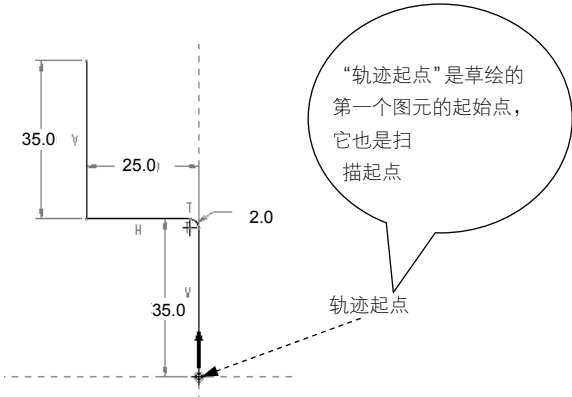
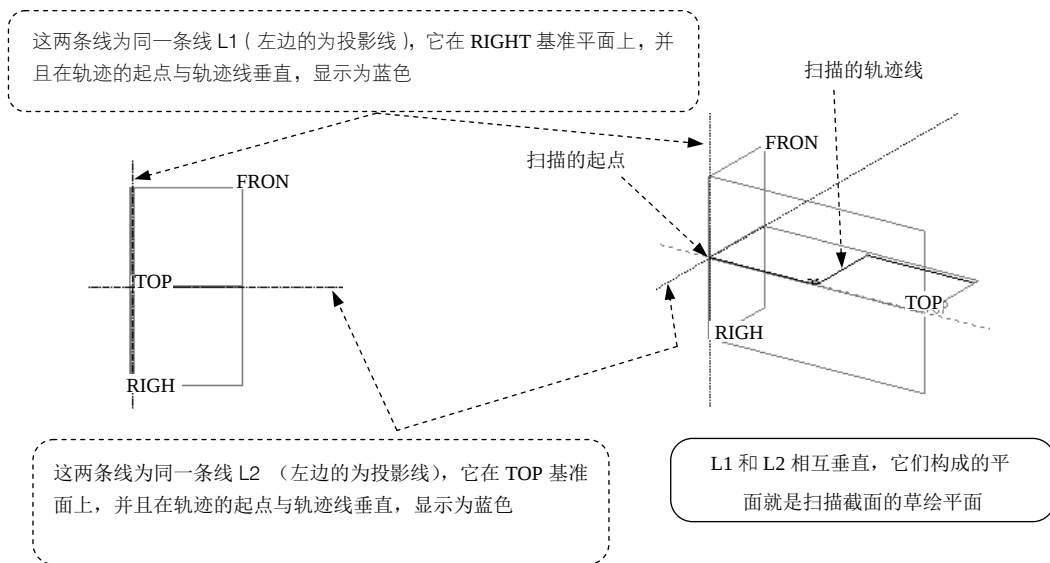

图 3.23.2 扫描轨迹
图 3.23.5 查看不同的方位
- (1) 单击 **模型** 功能选项卡 **基准** 区域中的“草绘”按钮.
- (2) 选取 TOP 基准平面作为草绘面，选取 RIGHT 基准平面作为参考面，方向为 **右**，单击 **草绘** 按钮，系统进入草绘环境。
- (3) 定义扫描轨迹的参考：接受系统给出的默认参考 FRONT 和 RIGHT。
- (4) 绘制并标注扫描轨迹，如图 3.23.2 所示。
- 相对于扫描截面的大小，扫描轨迹中的弧或样条半径不能太小，否则扫描特征在经过该弧时会由于自身相交而出现特征生成失败。例如，图 3.23.2 中的圆角半径 R2.0，相对于后面将要创建的扫描截面不能太小。
(1) 在操控板中确认“实体”按钮和“恒定轨迹”按钮被按下。
(2) 在图形区中选取图 3.23.2 所示的扫描轨迹曲线，扫描的起始点如图 3.23.5 所示。
现在系统已经进入扫描截面的草绘环境。一般情况下，草绘区显示的情况如图 3.23.5 左边的部分所示。此时草绘平面与屏幕平行。前面在讲述拉伸（Extrude）特征和旋转（Revolve）特征时，都是建议在进入截面的草绘环境之前要定义截面的草绘平面，因此有的读者可能要问：“现在创建扫描特征怎么没有定义截面的草绘平面呢？”。其实，系统已自动为我们生成了一个草绘平面。现在请读者按住鼠标中键移动鼠标，把图形调整到如图 3.23.5 右边部分所示的方位，此时草绘平面与屏幕不平行。请仔细阅读图 3.23.5 中的注释，便可明白系统是如何生成草绘平面的。如果想返回到草绘平面与屏幕平行的状态，请单击工具栏中按钮.
(1) 查找轨迹方面的原因:检查是不是图 3.23.2 中的尺寸 R2 太小,将它改成 R5 试试看。操作步骤如下:
① 在模型树中右击草绘 1,在弹出的快捷菜单中选择编辑定义命令,系统进入草绘环境。
② 在草绘环境中,将图 3.23.2 中的圆角半径尺寸 R2 改成 R5,然后单击“确定”按钮.
③ 仍然出现错误信息,说明不是轨迹中的圆角半径太小的原因。
(2) 查找特征截面方面的原因:检查是不是截面距轨迹起点太远,或截面尺寸太大(相对于轨迹尺寸)。操作步骤如下:
① 在模型树中右击出错的特征扫描 1,在弹出的快捷菜单中选择编辑定义命令,系统返回“扫描”操控板。在操控板中单击按钮,系统进入草绘环境。